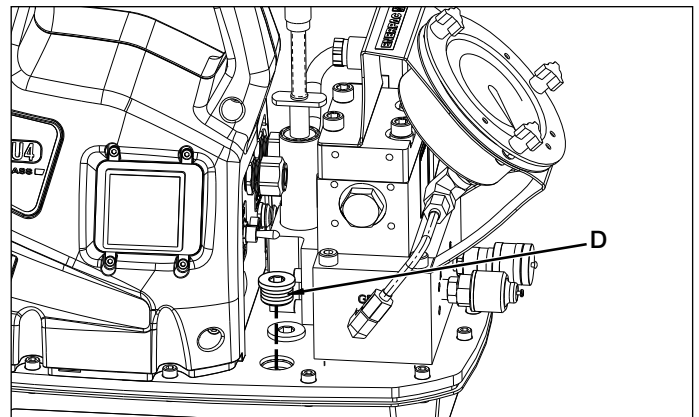
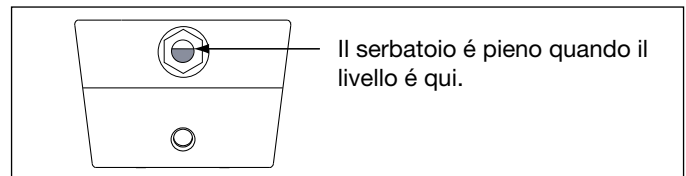

Figura 3, Tappo riempimento olio
Figura 5, Vetro spia dell'olio
Fare riferimento alla figura 3 per le dimensioni di montaggio per fissare la pompa ad una superficie fissa.
Controllare il livello dell'olio prima di avviare la pompa; aggiungere olio, se necessario, togliendo il tappo SAE #10 dalla piastra di copertura (vedere figura 3). Il serbatoio è pieno, quando il livello dell'olio è come mostrato in figura 5.
2. Pompa (-Q) per le chiavi torsiometriche S e W dell'Enerpac e di altre marche. Usare i tubi flessibili marcati "Enerpac THQ-700 series - 700 bar/10,000 psi max." Gli accoppiatori debbono essere polarizzati come in figura 5 per il corretto funzionamento della chiave torsiometrica. Accertarsi che gli accoppiatori siano completamente inseriti e stretti prima di lavorare. Un inserimento solo parziale dell'accoppiatore impedirà il corretto funzionamento della chiave torsiometrica.